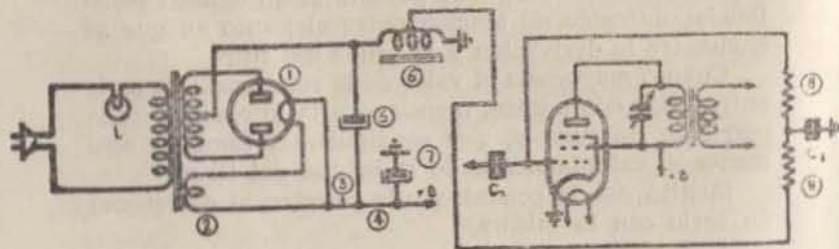

Fig. 5.—Receptor de alterna con filtro en el polo negativo
**EFECTO.**—Receptor de alterna con filtro en el polo negativo (fig. 5) empleando la bobina de excitación del altavoz como inductancia del filtro. Esta bobina tiene una derivación a los 300 ohmios para polarizar negativamente la rejilla de mando de la válvula de salida. No hay alta tensión y el campo del altavoz está frío y no atrae a un destornillador.
La avería se halla (fig. 5) en las conexiones (6) de la bobina de excitación, que están sueltas o rotas, o en la conexión (4) de alta tensión, que está rota, probablemente, en (3), después del condensador de entrada del filtro.